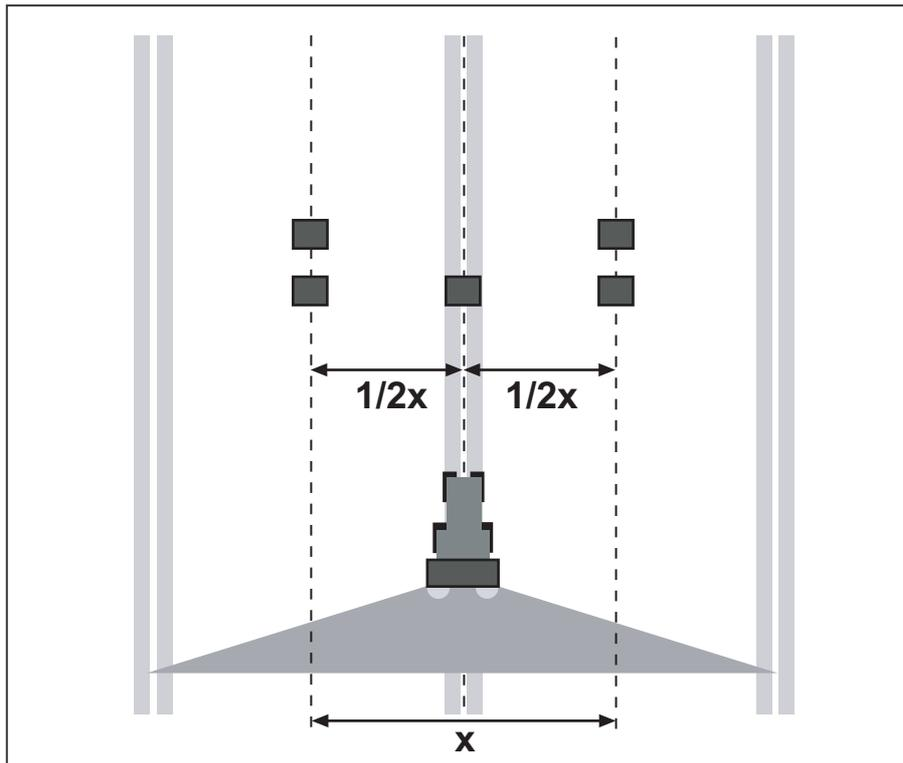

Figure 8.13 : Installation dans le cadre d'un passage
- Installer deux bacs récupérateurs l'un derrière l'autre séparés par un écart de **1 m** dans les zones de recouvrement (entre les passages de roue) et un bac récupérateur dans la voie centrale (selon figure 8.13).